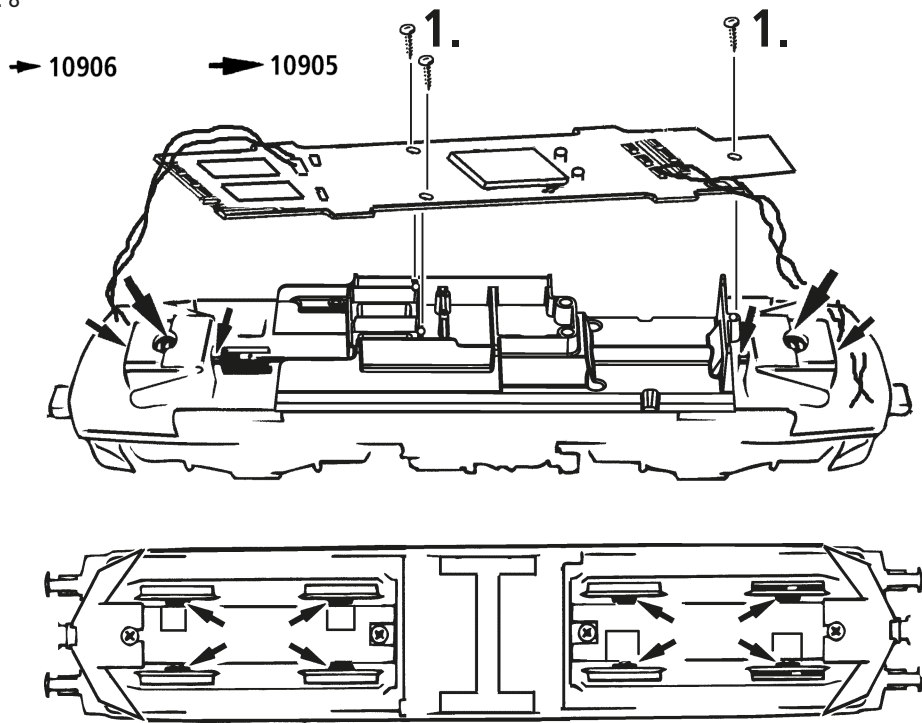

Fig. 9
**Ausführung für Wechselstrom:** siehe Fig. 9
**A.C. operation:** see fig. 9
**2. Graissage:** N'appliquez **qu'une toute petite goutte** aux endroits indiqués par le plan de graissage (fig. 9) après avoir démonté la caisse de la locomotive (fig. 4). Nous vous recommandons **le graisseur à huile Roco réf. 10906**. Pour graisser les engrenages (roues dentées, vis sans fin) nous vous conseillons la **graisse spéciale Roco réf. 10905** pour engrenages en matières synthétiques. Lorsque vous utilisez cette graisse il faut éviter d'huiler ces composants.